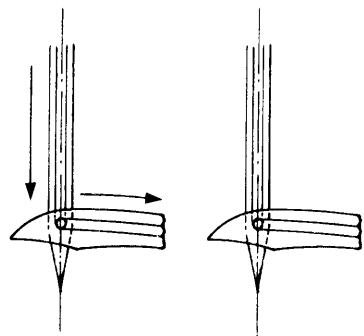

Fig. 17
- Sulle teste 174 a 2 aghi, a punto catenella doppia, la cruna di ogni ago durante la discesa deve essere allineata con il foro del rispettivo crochet (fig. 17).
On 174 2-needle double locked chainstitch machines the eye of each needle during the downward stroke must be in line with the hole of the relative looper (fig. 17).